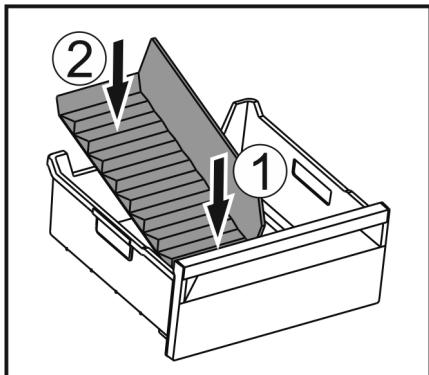

Fig. 167
- Вставити передню частину перегородки відділення для льоду. Fig. 167 (1)
- Опустити задню частину перегородки відділення до дна ящика для кубиків льоду. Fig. 167 (2)